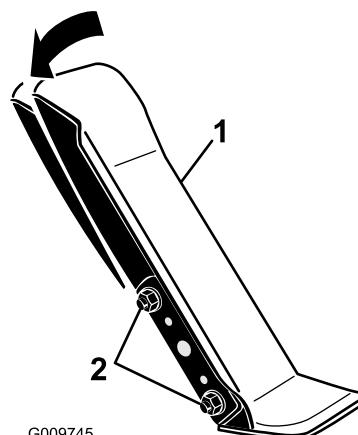

Рисунок 64
1. Ослабьте две гайки и болты крепления левой стороны педали управления тягой к кронштейну (Рисунок 64).
2. Поверните педаль под требуемым рабочим углом и затяните гайки (Рисунок 64).